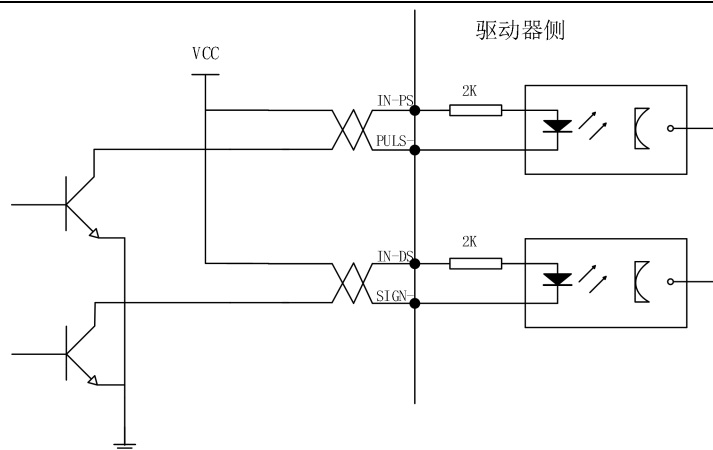

图 2-6c: Type3 脉冲量输入接口的单端驱动方式: VCC=24V
- 6、若脉冲量为24V，可选择 IN-PS、PULS- 和 IN-DS、SIGN-端口，如图2-6c则无需外接电阻。